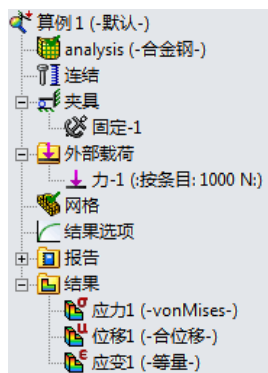

图 12.3.15 算例树
Step2. 求解结束之后，在算例树的结果下面生成应力、位移和应变图解，相应的算例树如图 12.3.15 所示。